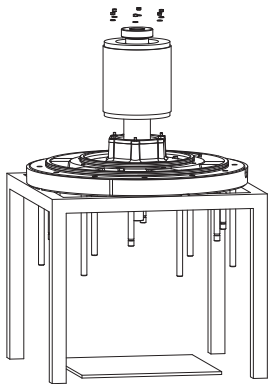

Imagen 31: Montaje del rodamiento de bolas (J 604)
**J 604:** Suba la cámara de aceite con el asiento del rodamiento hacia arriba y colóquelo en una estructura con bastante espacio para montar el rotor en la cámara. (Si pone boca abajo la camisa de refrigeración, puede usarla como estructura de soporte). Monte un cáncamo de elevación en el asiento del rodamiento superior sobre el eje y después eleve la unidad del rotor y bájela hasta el asiento del rodamiento en la cámara de aceite. Caliente el asiento del rodamiento con gas a baja presión a aprox. 150°C para deslizar fácilmente el rodamiento inferior hasta su posición. Monte los tornillos en la protección del rodamiento. Monte el circlip y la arandela en el eje, bajo el rodamiento. (Imagen 31)